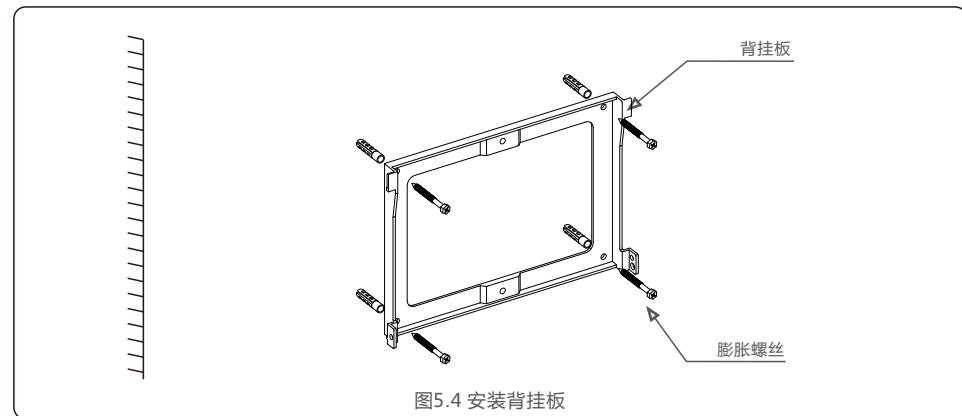
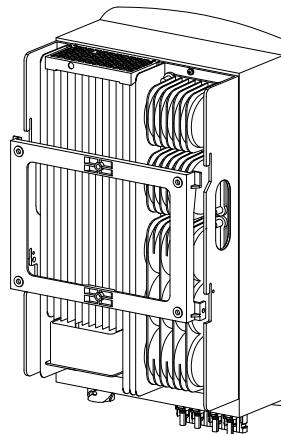

图5.4 安装背挂板
图5.5 安装逆变器
参考图5.4以及图5.5来安装逆变器。逆变器必须垂直安装。安装步骤如下：
2. 确保支架是水平的，安装孔 (如图5.4) 是正确标记的。通过标记处钻入墙。